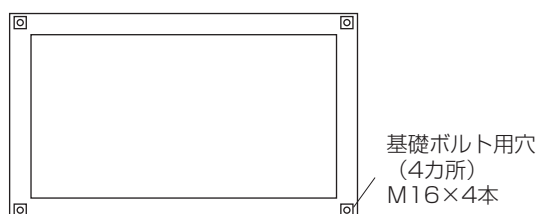

図 1 基礎図
- ① ユニットの設置する場合には、コンクリートなど製品重量に十分耐えうる基礎の上に図 1、2 に示すようにユニットを載せてください。また、基礎は床面より 100mm 以上高くし、水平度を取ってください。(基礎がしっかりしていませんと、振動発生の原因となります。)